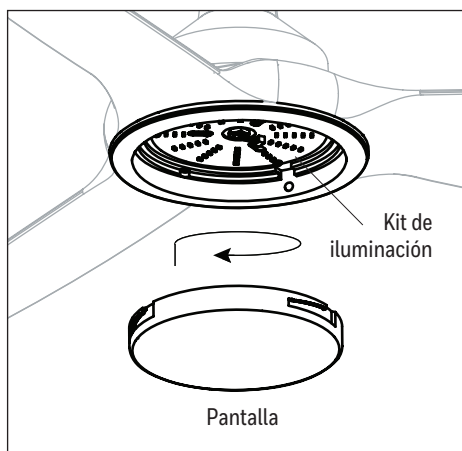

Figure 5.4
4. Para asegurar que la pantalla no se suelte durante el envío, empuje hacia arriba y gire la pantalla firmemente en el sentido de las agujas del reloj hasta que quede bien sujeto (Figure 5.4).